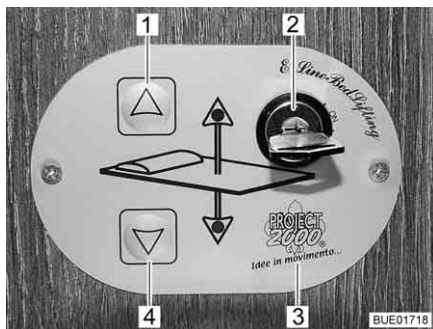

Bild 107 Kontrollenhet
Med knapparna (Bild 107,1 och 4) på kontrollenheten (Bild 107,3) sänks och lyfts den höjbara sängen. Med nyckelbrytaren (Bild 107,2) säkras kontrollenheten mot obehörig användning.
- Vrid med nyckeln i nyckelbrytaren (Bild 107,2). Kontrollenheten (Bild 107,3) är aktiverad.
- Tryck på pilknappen (Bild 107,4) och håll den så länge intryckt till den höjbara sängen sänks ned till önskad position.
- Tryck på pilknappen (Bild 107,1) och håll den så länge intryckt till den höjbara sängen lyfts fram till gränsställningen.